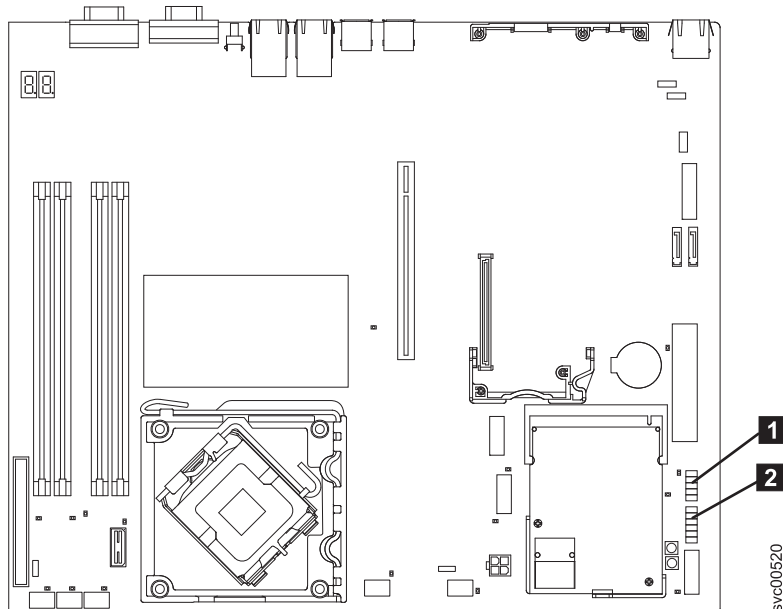

図 234. SAN ボリューム・コントローラー 2145-8A4 システム・ボード上の オペレーター情報パネルのコンネクター
- オペレーター情報パネル・ケーブルは、一緒にバンドルされてシャーシを介してルーティングされる、2本の太いケーブルと多数の細いケーブルから成っています。それは、オペレーター情報パネル および前面 USB ポートへの接続を提供します。このケーブル・アセンブリーをシステム・ボードの右側 (電源機構の隣) からたどって、フロント USB コネクター **1** および オペレーター情報パネル・コネクター **2** を、267ページの図 234 に示すようにシステム・ボードから切り離します。